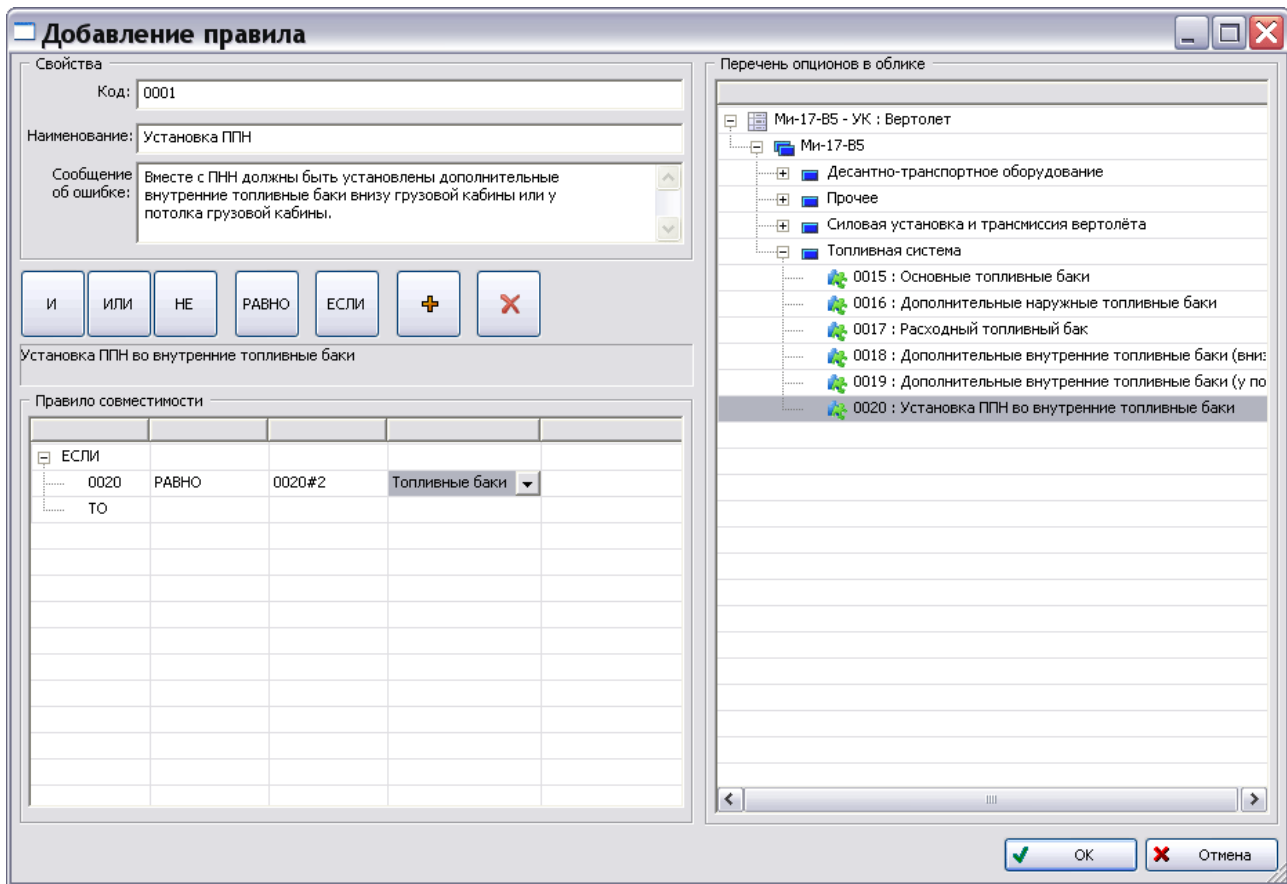

Рис. 36
6. В правом окне **Перечень опционов в облике** раскройте дерево опционов (Рис. 36).
7. В подразделе «Топливная система» выделите опцион «Установка ППН во внутренние топливные баки» и нажмите на кнопку **Добавить поле**  на панели инструментов левого окна. В таблице **Правило совместимости** появится введенное условие (Рис. 36).
8. Щелкните по ячейке «Не установлено» и выберите значение «Топливные баки с ППУ» (Рис. 36).